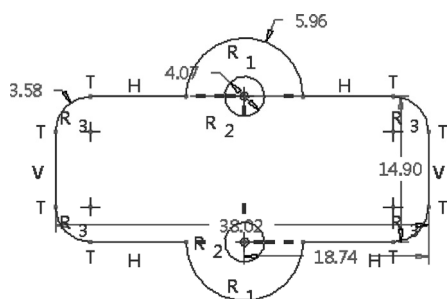

图 2-98 绘制两个半径相等的小圆
7) 绘制两个小圆。在“草绘”组中单击 (圆心 and 点) 按钮，绘制两个半径相等的小圆，如图 2-98 所示。